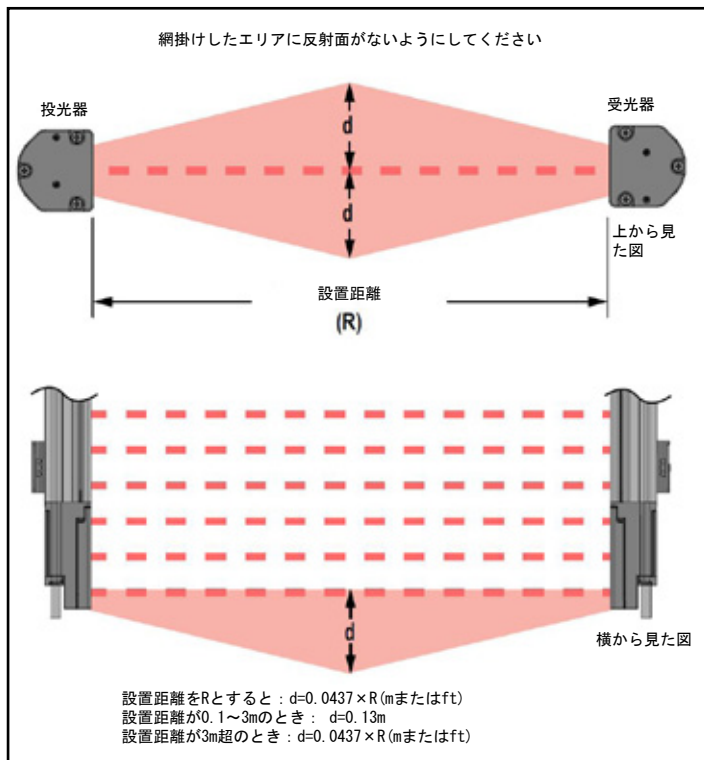

Fig. 3-6 反射面が近くにある場合
検出エリアの近くに反射面がある場合、検出エリアにある物体の周囲の1つ以上のビームを屈折させる恐れがあります。最悪の場合、「光学的なショート」が発生し、検出エリアを物体が通過しても検出されないことがあります (Fig. 3-6を参照)。
- ・ 可能であればセンサを配置しなおしてください。ビームを反射面から遠ざけて配置し、その際適切な安全距離が保たれていることをご確認ください (Fig. 3-6を参照)。